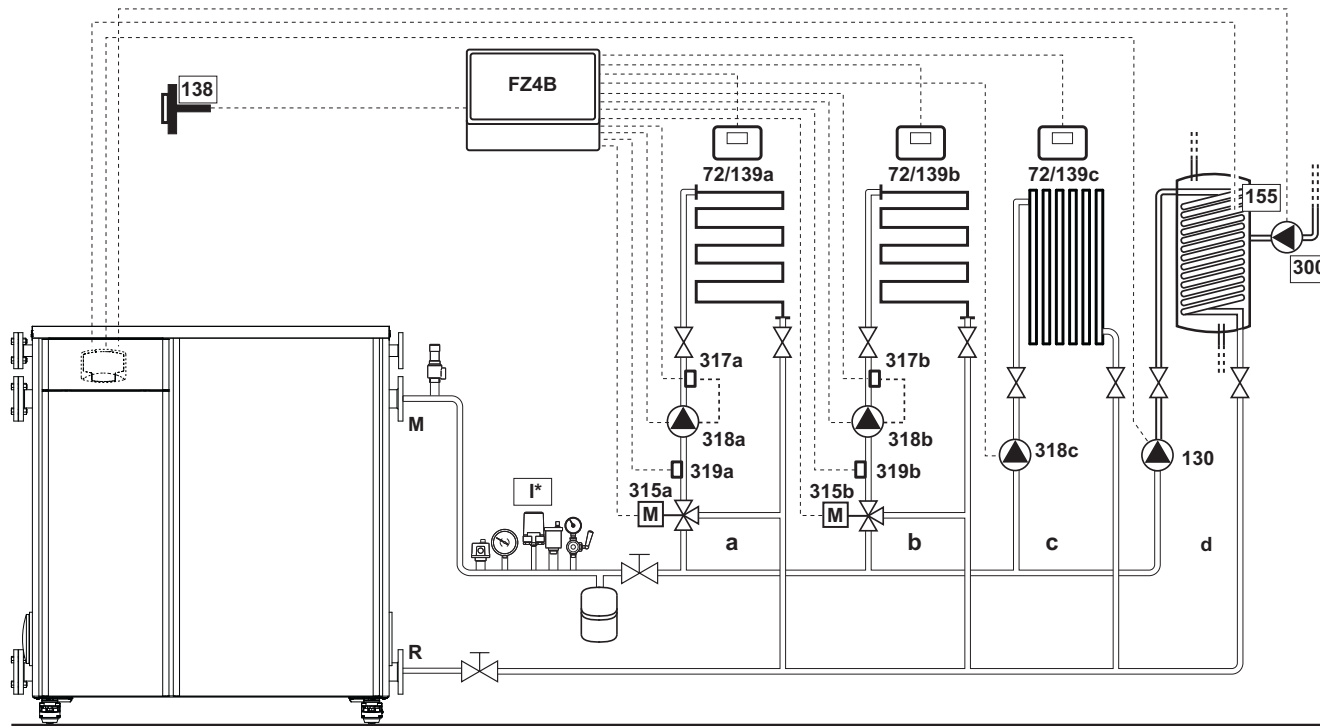

рис. 50
**Спецификация (рис. 50 и рис. 51)**